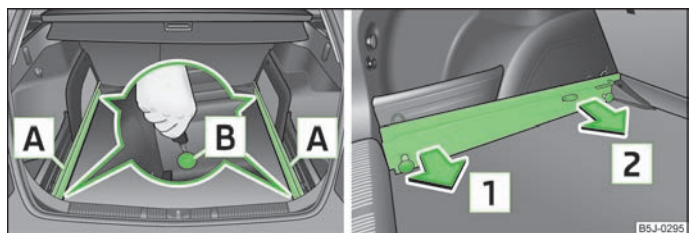

Fig. 50 Défaire les points de fixation/extraire les glissières de support
- Défaitez les points de fixation **B** » fig. 50 sur les glissières de support à l'aide de la clé du véhicule ou d'un tournevis plat.
- Appuyez jusqu'en butée sur les deux points de fixation **B** » fig. 50 de chaque glissière de support.